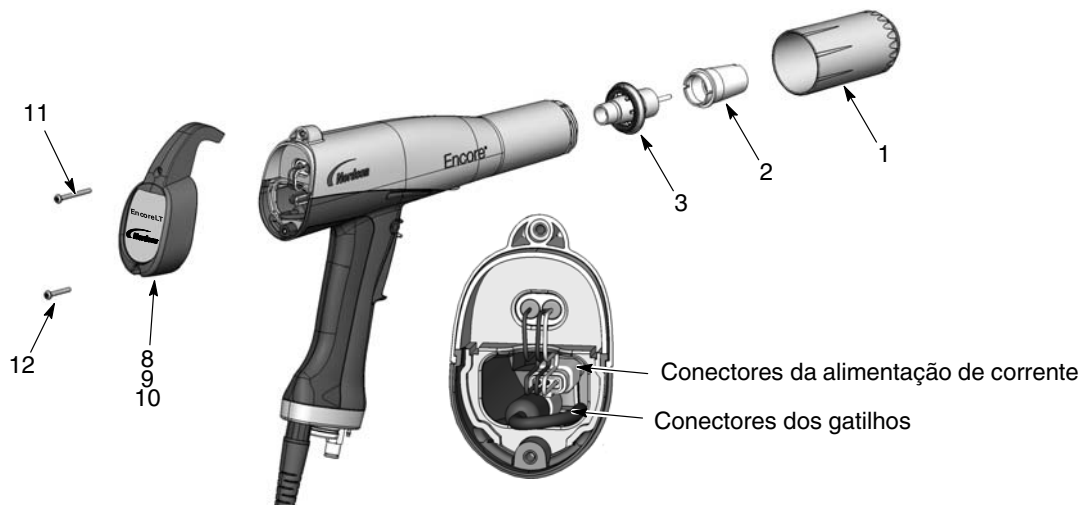
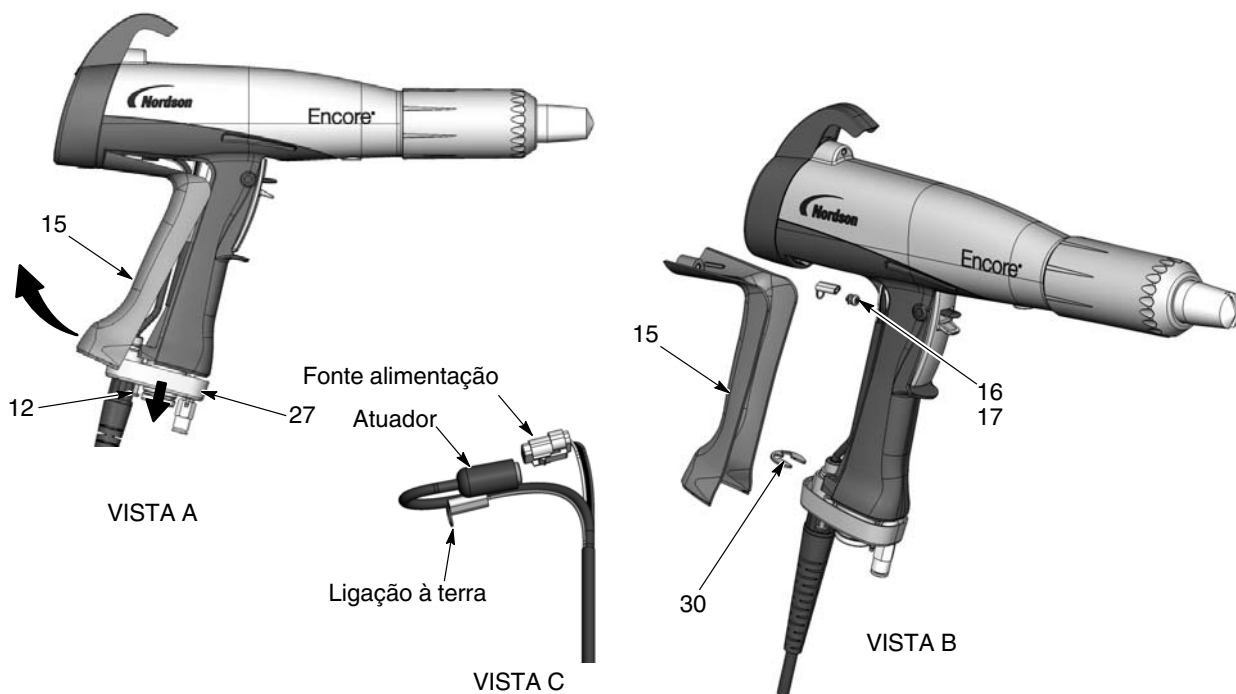

Figura 6-1 Desmontagem da pistola
Figura 6-6 Substituição do cabo
1. Consulte a figura 6-1. Retire a porca do bico, o bico e o conjunto do eletrodo (1, 2, 3).
4. Consulte a figura 6-1. Monte a tampa, alojamento e o gancho, como ilustrado.
5. Monte o conjunto do eléctrodo (3) na parte dianteira do corpo da pistola. Assegure-se de que o fio do eléctrodo não está curvado nem partido.
6. Monte o bico (2) no conjunto do eléctrodo, assegurando-se de que as saliências do conjunto do eléctrodo encaixam nas ranhuras do bico.
7. Enfie a porca do bico (1) no bico e rode-a no sentido dos ponteiros do relógio para a fixar
2. Consulte a figura 6-1. Retire o parafuso inferior (12) do alojamento (9).
3. Consulte a figura 6-6, vista A. Desaperte os dois parafusos M3 x 20 (12) que fixam a base do punho (27) ao punho.
4. Puxe a base afastando-a do punho o suficiente para libertar da base o bordo inferior do contacto de terra (15).
6. Consulte a figura 6-6, vista B. Retire, do contacto de terra, o parafuso M3 x 8, as anilhas de segurança (16, 17) e o terminal de terra.
7. Retire o freio (30) do cabo.
8. Consulte a figura 6-6, vista C. Puxe os conectores do cabo para fora do punho. Desligue a cablagem de alimentação de corrente do cabo da pistola, inserindo uma pequena chave de fendas na ranhura do conector da cablagem de alimentação de corrente para soltar o engate.
1. Consulte a figura 6-6. Enfie um cabo novo através da base do punho, depois monte o freio (30) no cabo para o segurar no seu lugar.
3. Ligue o terminal do cabo ao contacto de terra (15) com o parafuso M3 x 6 e as anilhas de segurança (16, 17).
6. Empurre a base do punho (27) contra o punho e o contacto de terra e aperte bem os dois parafusos M3 x 20 (12) na base.
7. Consulte a figura 6-1. Enrosque o parafuso M3 x 20 inferior (12) no alojamento (9) e aperte-o bem.
1. Consulte a figura 6-6. Remova o contacto de terra como descrito em *Remoção do cabo*, passos 1-5. Não é necessário desligar o cabo de ligação à terra do contacto de terra.